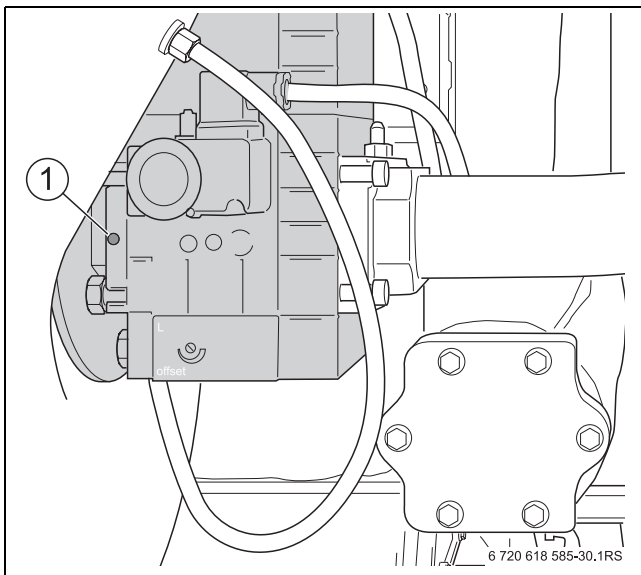

Рис. 32 Проверка содержания CO2 при полной нагрузке
- ▶ При содержании CO2 меньше 8,5 % или выше 9,6 % установите регулировочным винтом большой нагрузки 9,1 % (см. рис. 32).